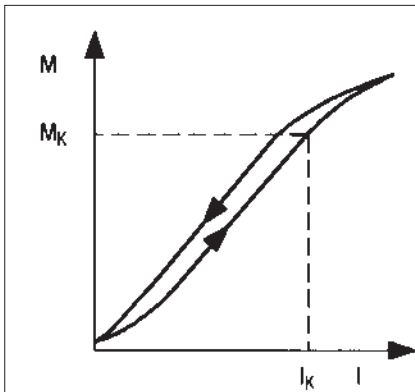

Fig. 2
magneta-Magnetpulverkupplungen Typ 14.502 sind so aufgebaut, daß die Erregerspule im sich drehenden Außenrotor liegt. Zur Stromzuführung benötigt man deshalb Schleifringe. Der Antrieb erfolgt vorzugsweise über den Außenrotor. Zur Verbindung mit dem antreibenden Element sind im Außenrotor in axialer Richtung ausreichend Gewindebohrungen vorhanden. Der Abtrieb erfolgt über den Innenrotor, dessen Hohlwelle mit Paßfedernut versehen ist. An- und Abtrieb können auch umgekehrt erfolgen. Fig. 2 zeigt den Kraftfluß.
The excitation coil of magneta's magnetic particle clutch type 14.502 is installed into the rotating external rotor. For the power supply slip rings are required. Preferably the input operates through the external rotor. For connection to the driving element the external rotor is equipped with sufficiently threaded bores that are axially oriented. The internal rotor provides the output. The hollow shaft has a keyway. The input can be used as an output and vice versa. Figure 2 shows the torque transmission.
Les embrayages à poudre magnétique magneta type 14.502 sont conçus de manière à ce que la bobine d'excitation se trouve dans le rotor extérieur tournant sur lui-même. Pour l'apport de courant, il faut des bagues collectrices. L'entraînement se fait de préférence du rotor extérieur. Pour le raccordement avec l'élément entraînant, des filetages existent en nombre suffisant dans le rotor extérieur sens axial. La réduction se fait par l'intermédiaire du rotor intérieur dont l'arbre creux est pourvu d'une rainure de clavette. L'entraînement et la réduction peuvent se faire dans l'ordre inverse. La fig. 2 montre le flux des forces.
- $M$  linear über dem Erregerstrom einstellbar (Fig. 2)
- $M$  linear adjustable through field current (fig. 2)
- $M$  réglable linéairement via le courant d'excitation (fig. 2)